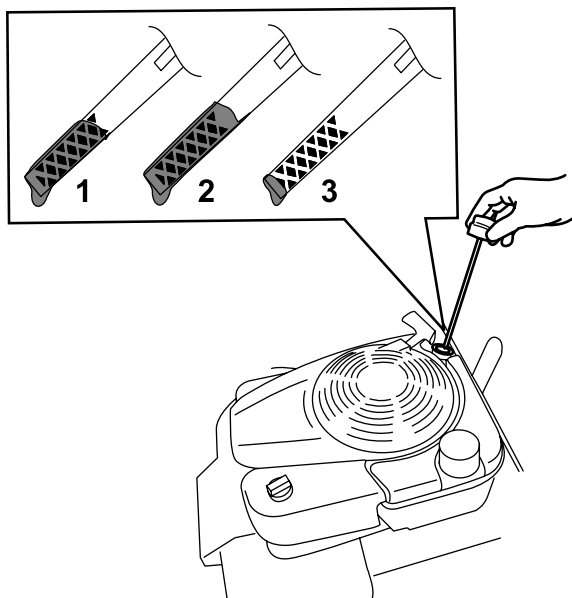

Figura 30
3. Retire la varilla girando el tapón en el sentido contrario a las agujas del reloj y tirando del mismo (Figura 30).
10. Observe en la varilla el nivel de aceite (Figura 30).